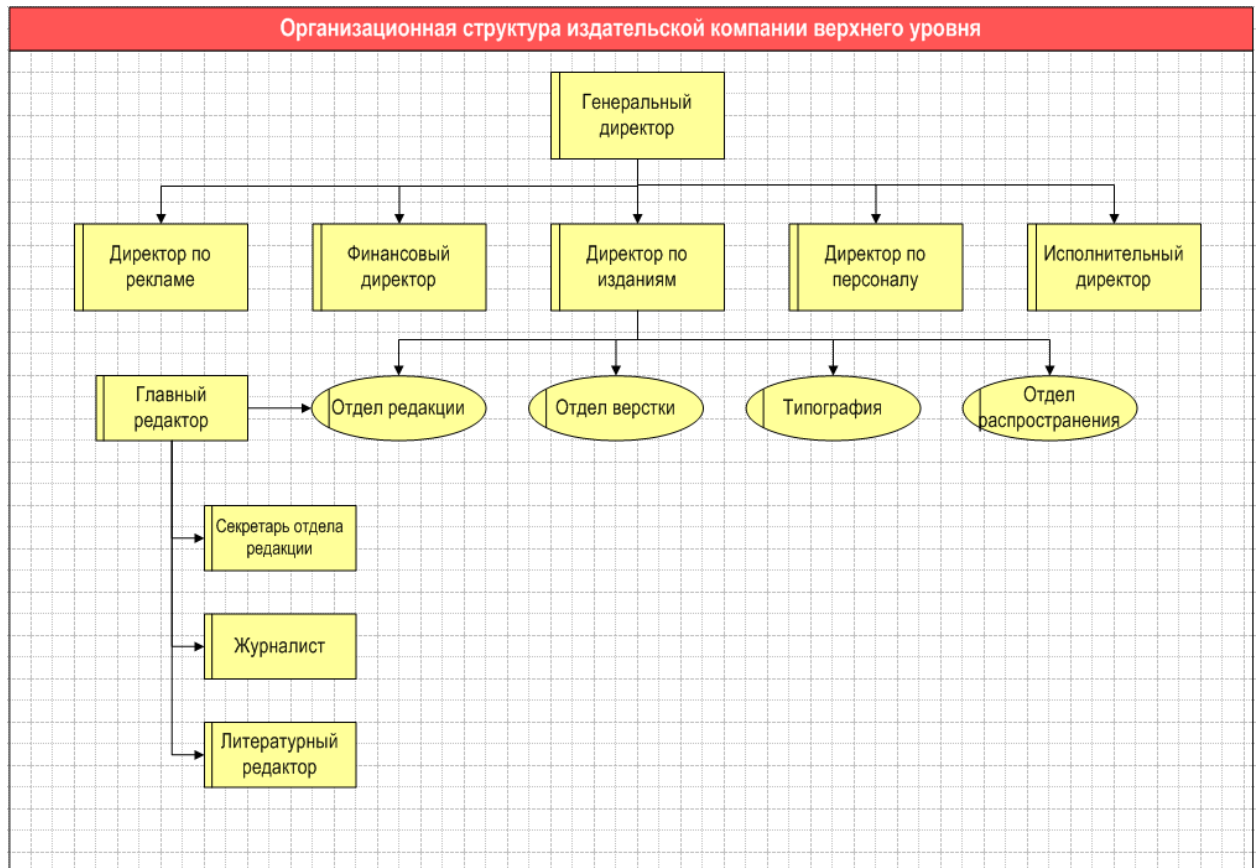

Рис. 62. Связи между элементами на диаграмме
5. Создайте другие связи между элементами в соответствии с рис. 62.